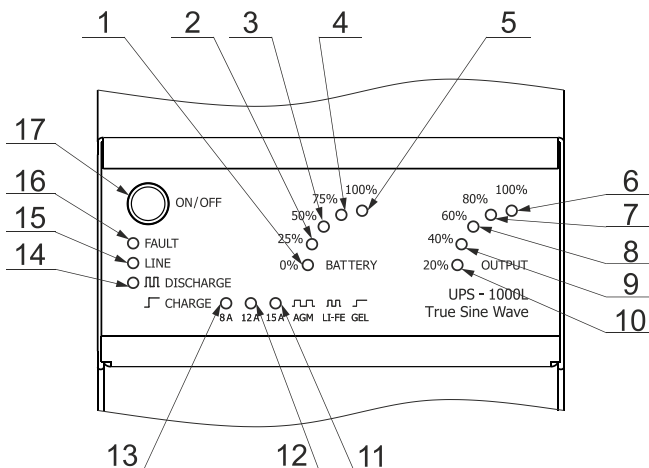

Рисунок 1 – Передня панель ДБЖ
- Для включення ДБЖ натисніть і утримуйте кнопку 17 ON/OFF (див. рис. 1), пролунає звуковий сигнал, який закінчиться через 1 секунду.
- Відпустіть кнопку 17 ON/OFF, в тому випадку, якщо стан одного з індикаторів (світлодіоди 11-13, див. рис. 1) типу АКБ збігається з паспортними даними на підключену АКБ (блимання - AGM, часте блимання - LiFePO4, постійне світіння - GEL).
- ДБЖ повинен бути у включеному стані (для включення ДБЖ натисніть короткочасно на 1 секунду кнопку 17 ON/OFF (див. рис. 1))
- Натисніть і утримуйте кнопку 17 ON/OFF (див. Рис. 1), пролунає звуковий сигнал, який закінчиться через 1 секунду.
- Відпустіть кнопку 17 ON/OFF в тому випадку, якщо позиція будь-якого одного з індикаторів (світлодіоди 11-13, див. рис. 1) значення струму заряду збігається з необхідним значенням струму заряду на підключену АКБ (8 А, 12 А, 15 А).
- Натисніть і утримуйте кнопку 17 ON/OFF (див. рис. 1), пролунає звуковий сигнал, який закінчиться через 1 секунду.
- ДБЖ почне роботу. Індикатор 15 LINE (див. рис. 1) світиться, показуючи, що є мережа живлення.
При перевантаженні 110% включиться звуковий сигнал і буде переривчасто світитися індикатор 6 OUTPUT 100% (див. рис. 1). Через 1 хвилину навантаження ДБЖ відключиться, звуковий сигнал відсутній, включиться індикатор 16 FAULT, індикатор 6 OUTPUT 100% продовжить переривчасто світитися. При перевантаженні більше 120% навантаження ДБЖ відключиться відразу. Для відновлення роботи необхідно усунути перевантаження і короткочасно на 1 секунду натиснути кнопку 17 ON/OFF.
- Необхідно провести заряд АКБ. Для цього залиште ДБЖ включеним до закінчення заряду батареї. Рівень заряду батареї показує п'ятисвітлодіодний індикатор BATTERY (див. рис. 1). Після повного заряду батареї повинен світитися індикатор 5 BATTERY 100%, індикатор 14 CHARGE (див. рис.1) не світиться.
- При зникненні напруги мережі індикатор 15 LINE (див. рис. 1) не світиться.
- При відхиленні напруги мережі нижче 150 В і вище 280 В індикатор 15 LINE (див. рис. 1) переривчасто світитися.